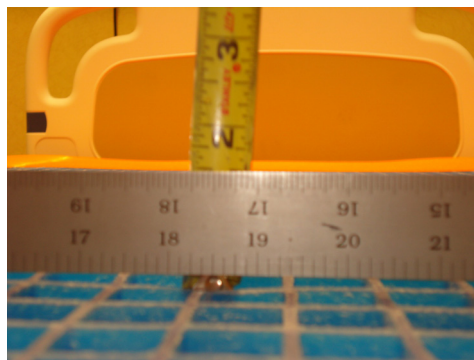

Figura 6
6. Com uma fita métrica, medir a profundidade máxima (ponto mais baixo) da parte inferior da vara até à parte superior do gel, conforme ilustrado na Figura 6.